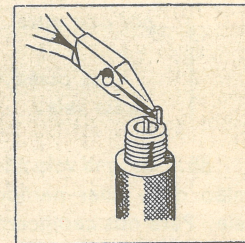

Fig. 41 — Para regular a distância entre os eléctrodos, deve dobrar-se unicamente o eléctrodo lateral
86. Para regular a distância entre os eléctrodos das velas, dobra-se unicamente o eléctrodo lateral (fig. 41 e 42).